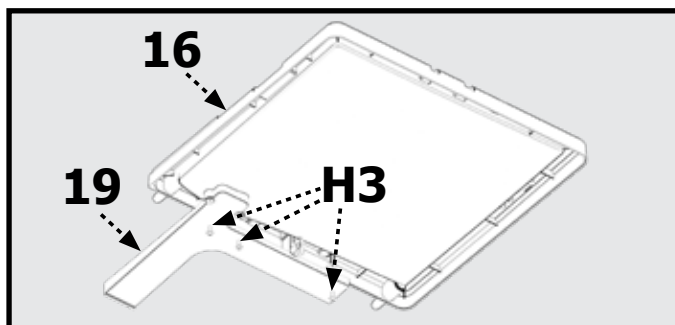

Figure 10
1. Fixez le plateau guidé (19) au plateau anti-éclaboussures (16) à l'aide de trois vis autotaraudeuses en plastique M4 x 10 Phillips (H3), comme indiqué dans la figure 10.